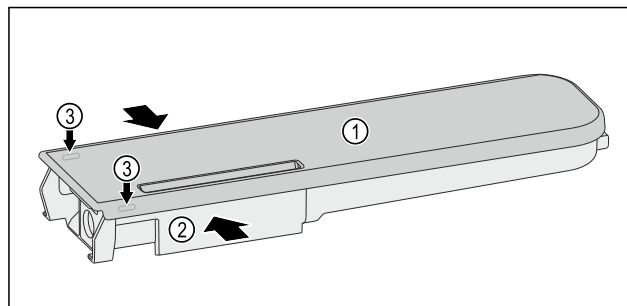

Fig. 143
- ▶ Стиснете резервоара за вода Fig. 143 (2) и внимателно откачете и изтеглете нагоре капака Fig. 143 (1) над фиксиращите палци Fig. 143 (3).
- ▶ Раздвижете капака Fig. 143 (1) леко напред-назад и го свалете нагоре.